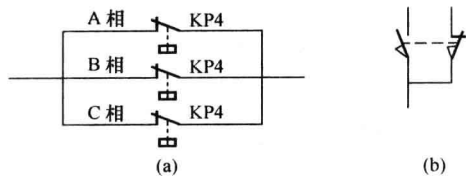

图 1-5 特殊触点图形符号
(7) 特殊触点如按钮、延时触点、热继电器触点、行程开关触点、非电量触点等，应加上表示元件特征的符号。在垂直绘制的图上，符号都在触点左侧，在水平绘制的图上，符号在触点的下方，如图 1-5 (a)。表示行程开关触点的小三角形也在触点的
左侧或下方，如图 1-5 (b)。但应注意信号继电器的触点与上述不同。